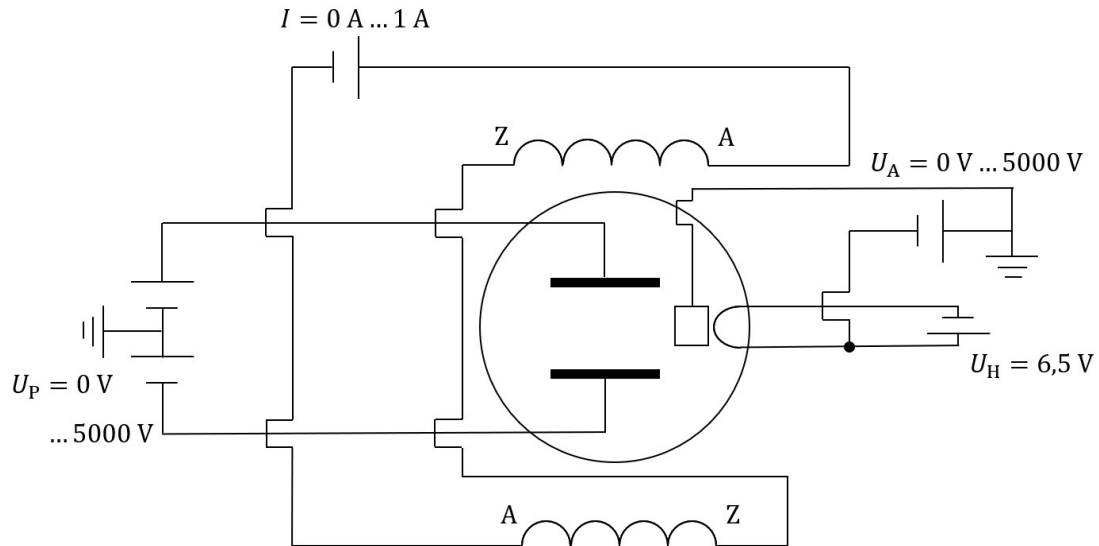

Abb. A10-3: Elektrische Beschaltung des Fadenstrahlrohres vom Typ III.
6.) Stellen Sie in einer Skizze die durch den in Abbildung A10-3 skizzierten Plattenkondensator erzeugten elektrischen Feldlinien, sowie auch die Feldlinien zwischen Plattenkondensator und Beschleunigungsanode dar.
$R = 68 \text{ mm}$, welches ein weitgehend homogenes Magnetfeld erzeugt. Die elektrische Beschaltung des Fadenstrahlrohres vom Typ III ist Abbildung A10-3 zu entnehmen.